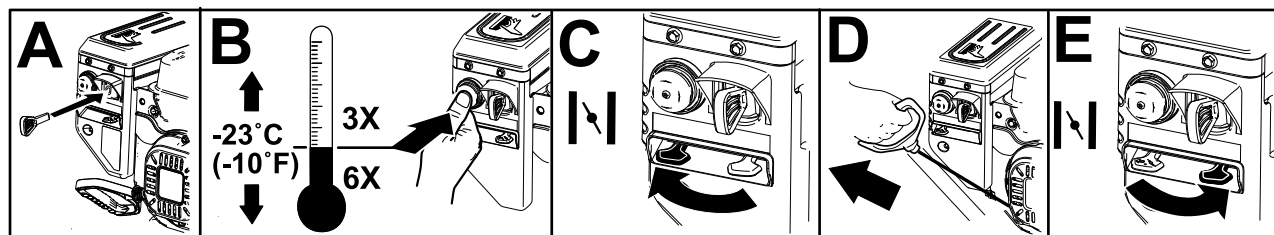

Figure 11
**Remarque:** Amorcez le moteur (voir B de la Figure 11) conformément au tableau suivant: